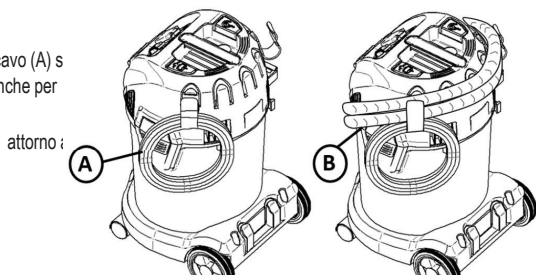

Fig. 22
Nelle macchine senza avvolgicavi è possibile appendere il cavo (A) s ganci, vedi Fig. 22. Questi ganci possono essere utilizzati anche per la conservazione del tubo flessibile (B) avvolgendolo